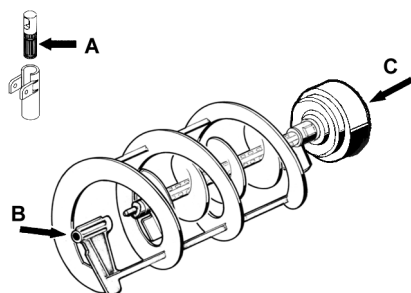

figura 10
5 Desarmar el grifo respetando la secuencia indicada (ver figura 10).
- 2 Armar de nuevo el grifo sobre el contenedor siguiendo la secuencia inversa a la detallada para el desmontaje (vedere figura 10).